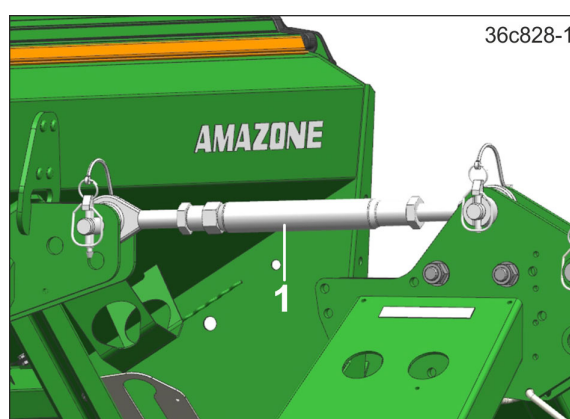

Рис. 137
11. Снимите верхнюю тягу (Рис. 137/1).